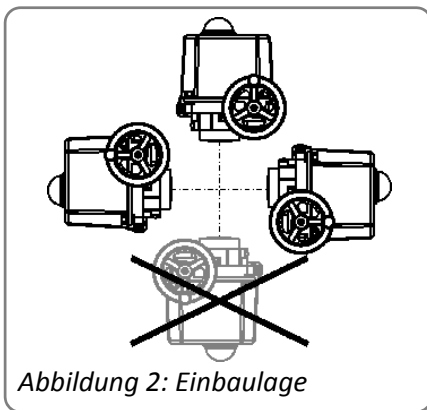

Abbildung 2: Einbaulage
- Die Einbaulage ist beliebig mit Ausnahme „Haube nach unten“ (Abb. 2).